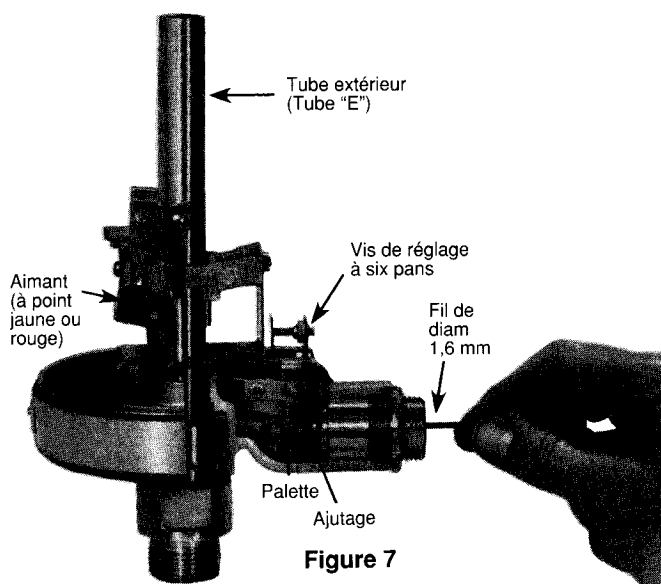

Figure 7
4. Introduire un fil de 1,6 mm de diamètre dans l'ajutage du côté de l'adaptateur de conduite d'alimentation d'air. Voir figure 7. Nettoyer ainsi l'orifice afin d'éviter tout dépôt.